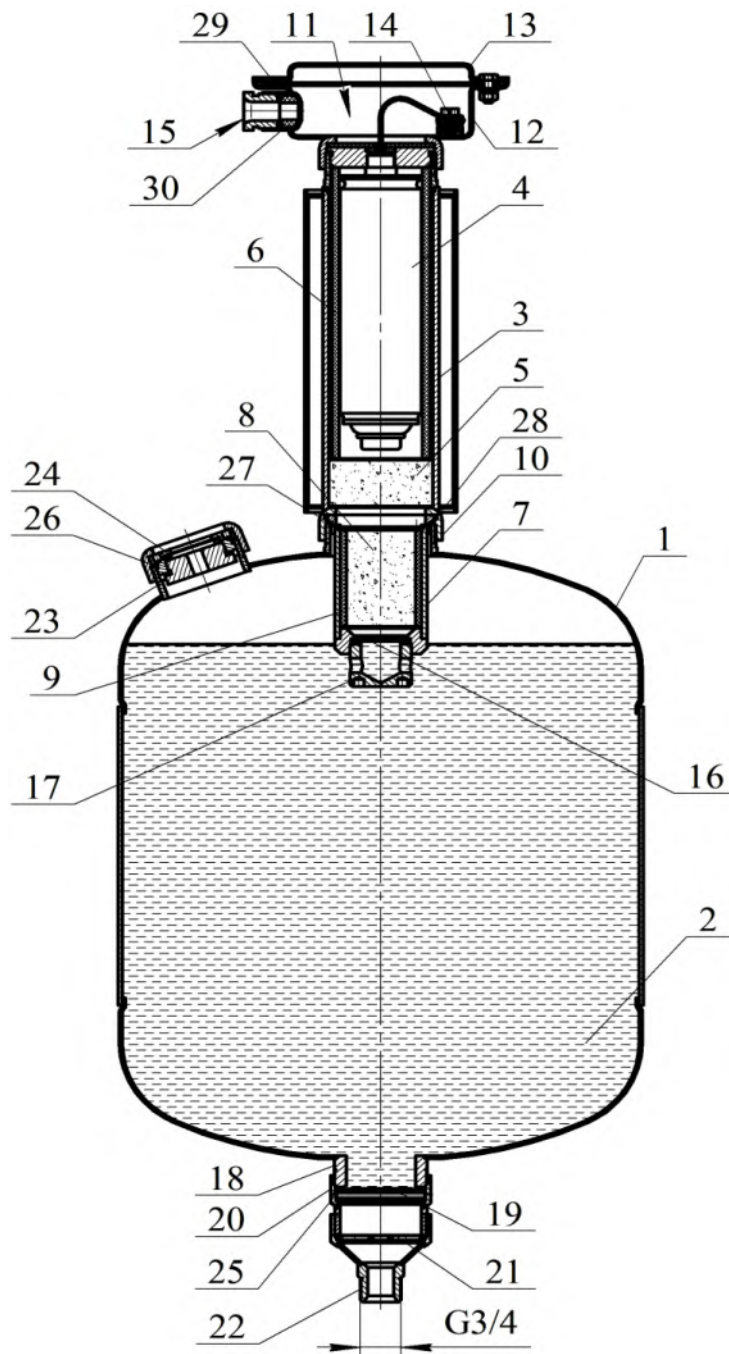

Рисунок 1
1.4.1.1 МУПТВ (см. рисунок 1) состоит из корпуса 1, заправленного ОТВ 2, газогенерирующего устройства 3 и мембранного рабочего узла, смонтированного в нижней части модуля. В корпусе газогенерирующего устройства установлены ИХГ 4 с элементом электропусковым и фильтр-охладитель 5, содержащий пористый искрогасящий материал. В зазоре между ИХГ 4 и корпусом газогенерирующего устройства 3 расположена втулка 6 из теплозащитного материала. За газогенерирующим устройством 3 расположен корпус 7 с фильтром-охладителем 8 из пористого искрогасящего материала. Между фильтром-охладителем 8 и корпусом 7
Залить в отверстие верхней горловины **23** (см. рисунок 1) воду (питьевую либо дистиллированную) (температура воды должна быть плюс  $(15...25)^{\circ}\text{C}$ ) объемом  $26,2^{+0,4}$  дм3. Открыть упаковки с жидкими добавками к воде и залить их в отверстие верхней горловины **23**.
2.1.6.3 Полученный раствор ОТВ залить в отверстие верхней горловины **23** (см. рисунок 1). Для окончательного приготовления ОТВ открыть упаковки с жидкими добавками к воде и залить их в отверстие верхней горловины **23**.
2.1.9 Соединить штуцер **13** (см. рисунок 1) с трубной разводкой.